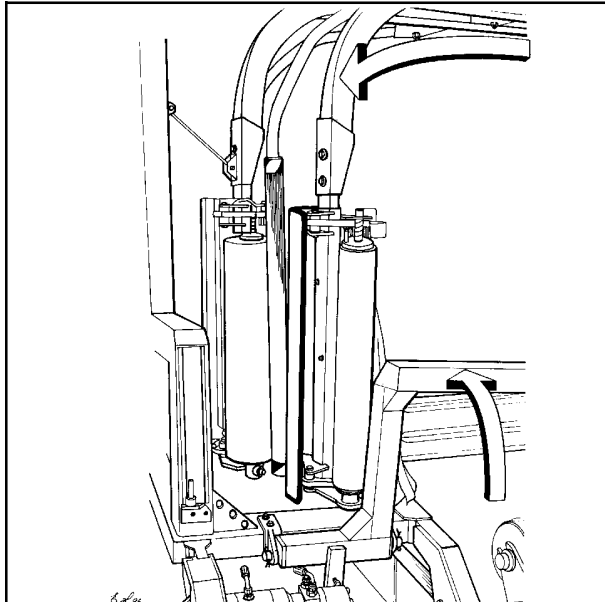

Fig. 2-9
4. For å redusere transportbredden på TWIN-maskinene og samtidig sperre for at tilleggsarmen ikke skal svinge uforvarende ut til siden ved transportkjøring (Se fig. 2-9) , så plasseres hver knivbjelke i transportstilling ved å ta tak i bjelken i ytterkant og løfte den opp og innover med håndkraft. Ved hjelp av et spesielt slissespor i bakre ende av opphengspunktet, så låses knivbjelken automatisk i oppreist transportstilling ved å slippe bjelken ned i bakkant igjen. (Se fig. 2-11).